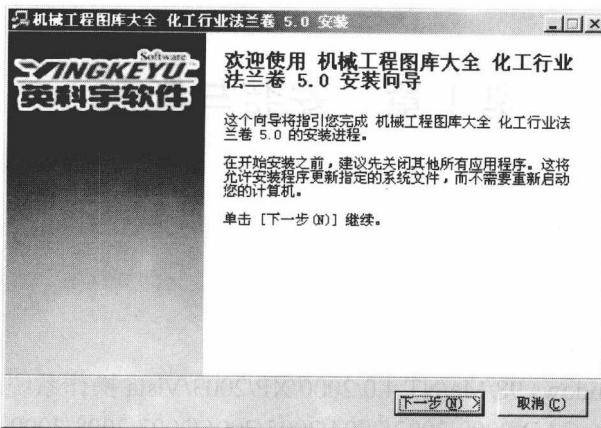

图 1-1 “欢迎使用”对话框
(1) 将软件安装光盘放入光驱后程序会自动运行，弹出安装界面（若光盘不能自动运行，可进入“我的电脑”查看光盘内容，双击光盘根目录下的 AutoRun.exe 文件），随后安装程序开始进行初始设置，稍后弹出如图 1-1 所示的“欢迎使用”对话框。